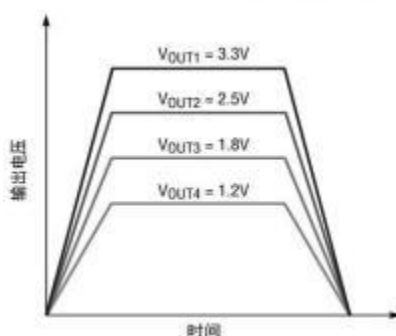
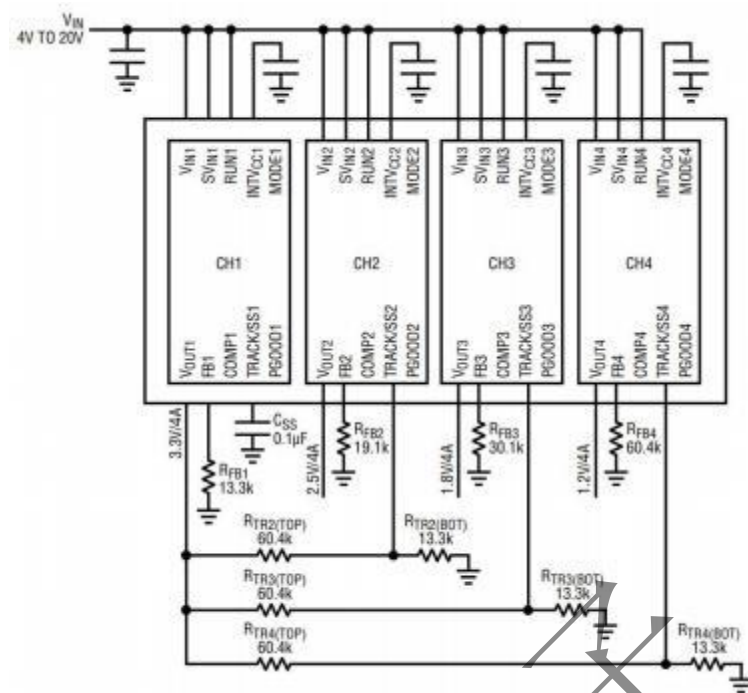
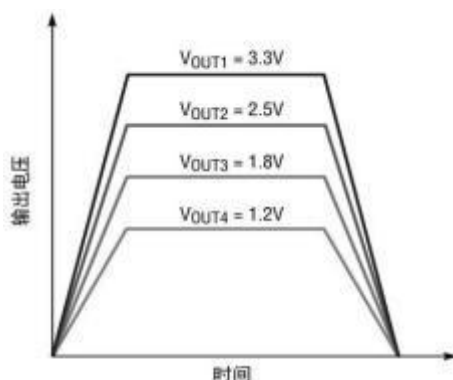

图 18 输出比例跟踪波形
图 19 输出比例跟踪原理图
图 20 输出重合跟踪波形
其中 CSS 是 TRACK/SS 引脚上的电容。在软启动过程中，电流折返和强制连续模式被禁用。输出电压跟踪还可以使用每个稳压器通道的 TRACK/SS 引脚进行外部编程。输出可以用另一个调节器上下跟踪。图 18 和图 19 显示了比率跟踪的示例波形和原理图，其中从稳压器（VOUT2、VOUT3 和 VOUT4）的输出压摆率与主稳压器（VOUT1）成正比。
RFB (SL) 是反馈电阻。RTR (TOP) /RTR (BOT) 是从稳压器 TRACK/SS 引脚上的电阻分压器，如图 19 所示。根据上式，主设备的输出压摆率 (MR) 和从设备的输出压摆率 (SR) (单位为伏特/时间) 由下式确定：
例如，VOUT (MA) = 3.3V，MR = 3.3V/ms，VOUT (SL) = 1.2V，SR = 1.2V/ms，如图 19 所示的 VOUT1 和 VOUT4。从方程中可以看出，RTR4 (TOP) = 60.4k 和 RTR4 (BOT) = 13.3k 是一个很好的组合。按照相同的方程式，我们可以得到 VOUT2 和 VOUT3 的相同 RTR (TOP) /RTR (BOT) 电阻分压器值。当使用电阻分压器对特定通道进行跟踪时，TRACK 引脚将接通 1.7μA 电流源。这将对 TRACK 引脚输入施加偏移。可以使用与根据上述公式计算出的电阻值具有相同比率的较小值电阻器。例如，如果使用 60.4k，则可以使用 6.04k 将 TRACK 引脚偏移减小到可忽略的值。重合输出跟踪可以被认为是一种特殊的比率输出跟踪，其中主机的输出转换速率 (MR) 与从机的输出转换速率 (SR) 相同，波形如图 20 所示的。